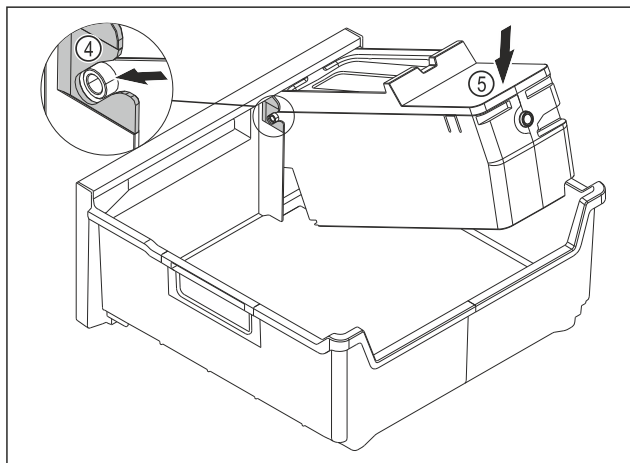

Fig. 148
- Montáž korpusu EasyTwist-Ice: Osy korpusu EasyTwist-Ice zasuňte do vedení Fig. 148 (4).
- Stlačte korpus EasyTwist-Ice Fig. 148 (5) vzadu dolů.